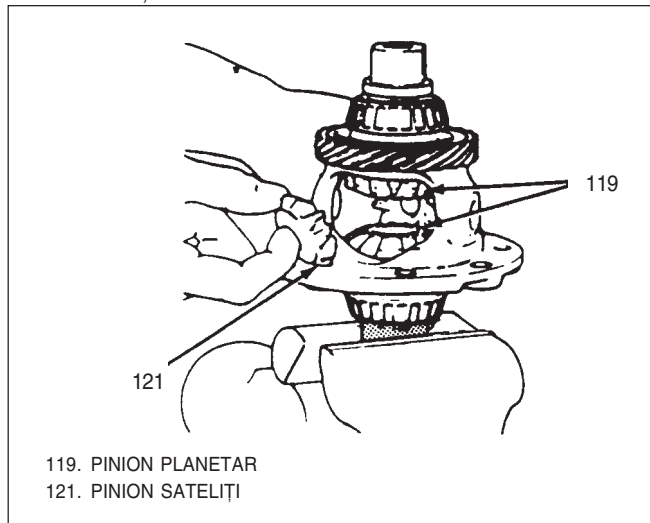

Fig. 76 Pinioane diferențial
- 7) Pinioane planetare(119) și șaibe(118), Fig 76.